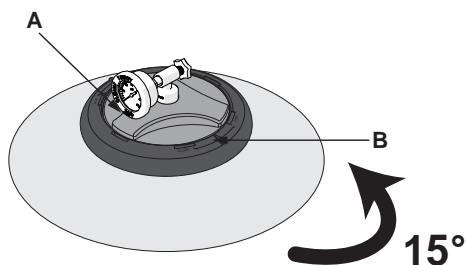

Figure 7. Desserrer le volant de réglage
- Veillez à ne pas déloger le conduit de ventilation et l'écran de ventilation. Voir **Figure 7**.
12. Assurez-vous que le conduit de ventilation automatique est en place (fileté dans le diffuseur) et que l'écran de ventilation est installé sur le dessus du conduit de ventilation. Voir **Figure 7**.
1. Tourner la manette (A) dans le sens anti-horaire jusqu'à ce qu'il se desserre. Fig. 7
3. Avant de retirer le couvercle, tournez-15° dans le sens anti-horaire (B) Fig. 7. Soulevez l'ensemble de couvercle par la main roue.